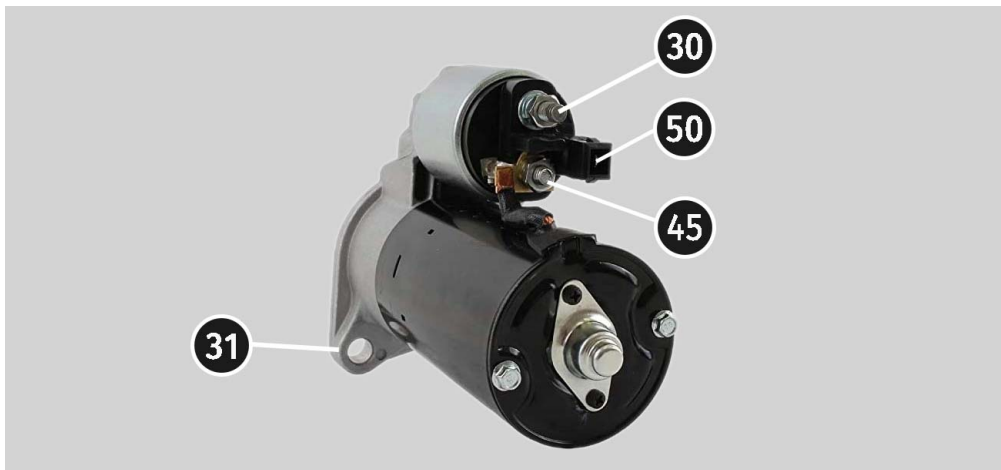

图 31. 启动机端子位置
3. 使用电缆将测试台“50”接口连接至启动机电磁开关的控制端子50（见图31）。
4. 将通用诊断电缆的K30和K45导线连接至启动机相应端子（见图31）。